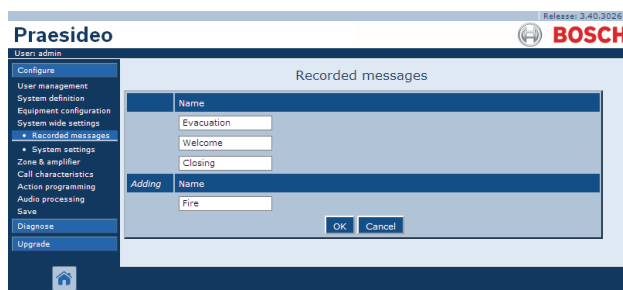

figura 45.4: Registro de mensaje, paso 3
- 3 Ponga el nombre del archivo WAV en el conjunto de mensajes, en el campo *Name* (consulte figura 45.4 donde encontrará un ejemplo).